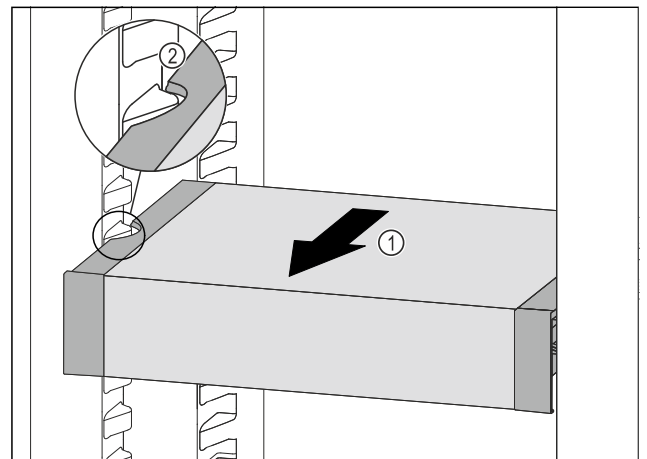

Fig. 142
- ▶ Изтеглете VarioSafe напред Fig. 142 (1), докато страничните прорези на VarioSafe се намират на височината на реброто на съда в хладилната част. Fig. 142 (2)